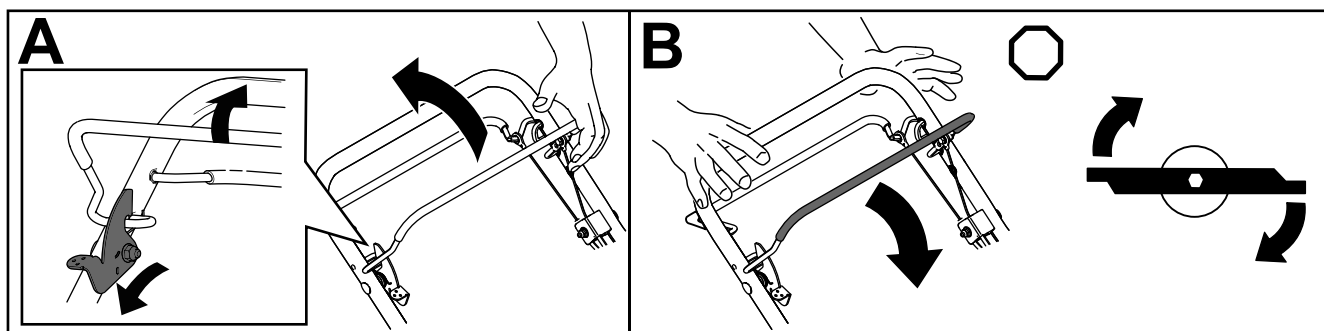

Рисунок 17
1. Нажмите по направлению вперед и удерживайте рычаг фиксатора управления ножом в нажатом положении, чтобы освободить штангу управления ножом (вид А на Рисунок 17).
2. Прижмите штангу управления ножом к рукоятке и отпустите рычаг фиксатора управления ножом; нож должен включиться (вид А на Рисунок 17).
3. Отпустите штангу управления ножом для выключения ножа (вид В на Рисунок 17). Рычаг фиксатора управления ножом переустанавливается в исходное положение для фиксации штанги управления ножом.